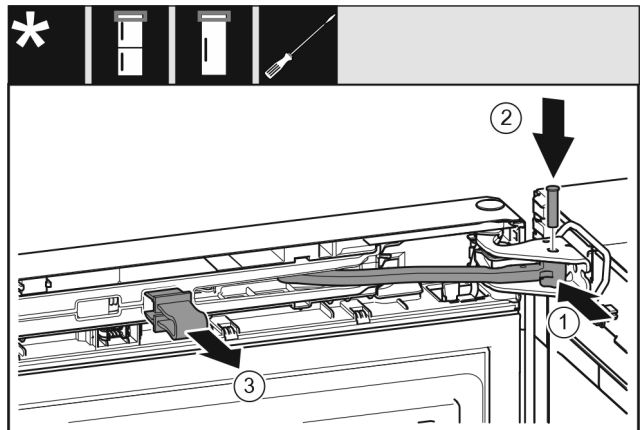

Fig. 31
- ▶ Ruotare il giunto Fig. 31 (1) nel blocco di supporto.
- ▶ Inserire il perno Fig. 31 (2) nel blocco di supporto e nel giunto. Assicurarsi che la camma di arresto sia posizionata correttamente nella scanalatura.
- ▶ Rimuovere il fusibile Fig. 31 (3).